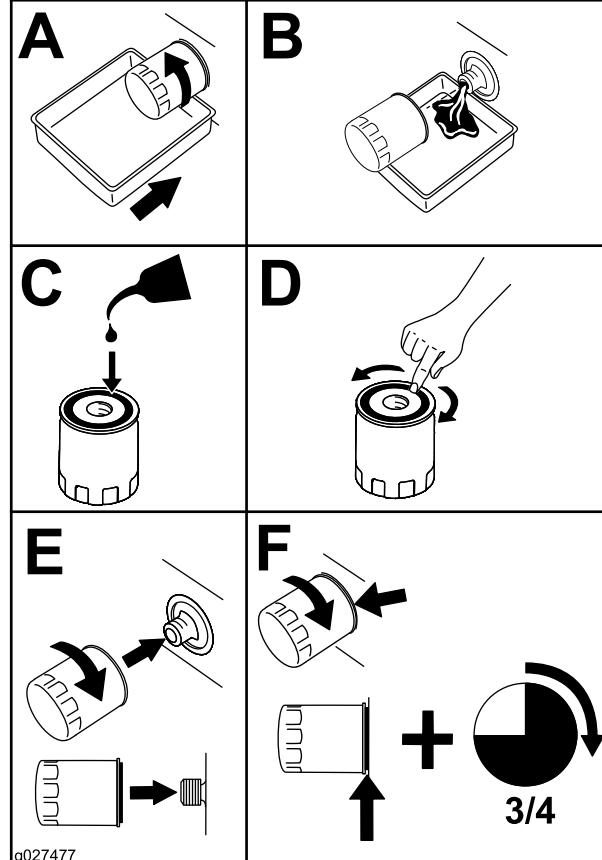

Figura 43
2. Substitua o filtro do óleo do motor (Figura 43).